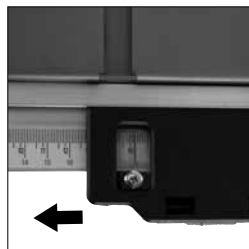

Fig. 5
- Déplacez doucement le rail de butée parallèle vers la droite ou vers la gauche, jusqu'à ce que le point « 0 » de l'échelle graduée coïncide avec la ligne de référence de la loupe. **(Fig. 5)**